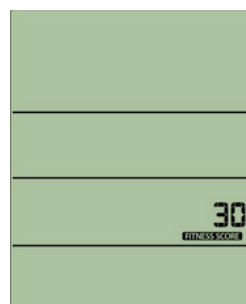

Figura 56
- h. Al finalizar el Recovery Score, la pantalla electrónica mostrará el valor de FITNESS SCORE (Figura 56), y quedará registrado en el RECORD.